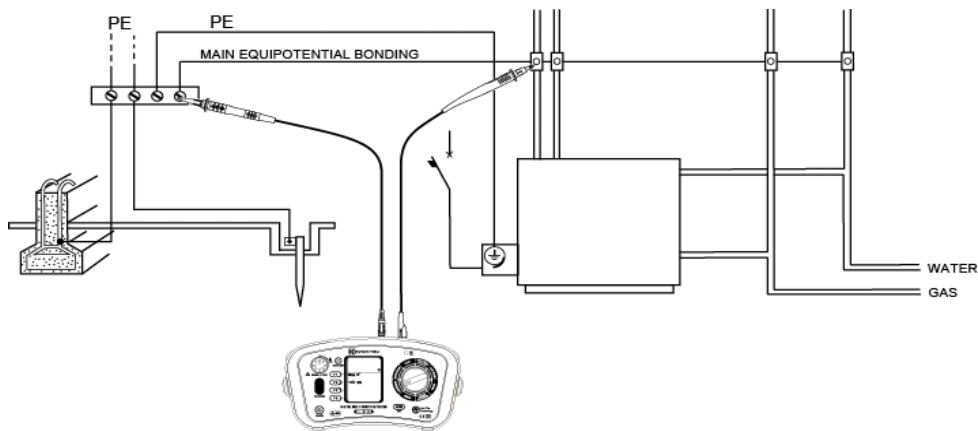

图 14 等电位连接法的导通测试举例
- 6 测试线连接被测电阻的回路（图14：典型连接方式）。事先请**确认回路未通电**。注意：若回路通电，通电回路警告灯将点亮 – 无论如何先检查！